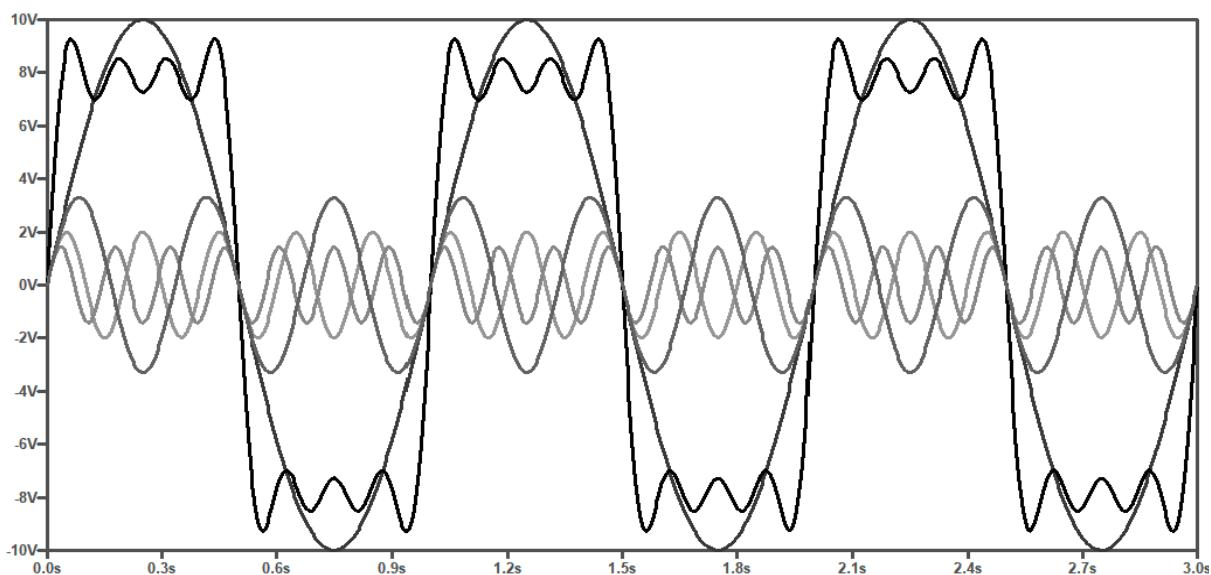

Figure 2.54 Une sinusoïde (la fondamentale) et l'addition d'une infinité d'harmoniques impaires (ici 3, 5 et 7) permettent de reconstituer un signal carré.
- 2.54 *** Voir la **Figure 2.54** qui représente un signal carré, composé de l'addition d'une fondamentale et de 3 de ses harmoniques. L'utilisation d'une infinité d'harmoniques dans des proportions adéquates permettrait de mieux reconstituer le signal carré. Ceci est valable quelle que soit la forme du signal périodique non sinusoïdal à constituer.